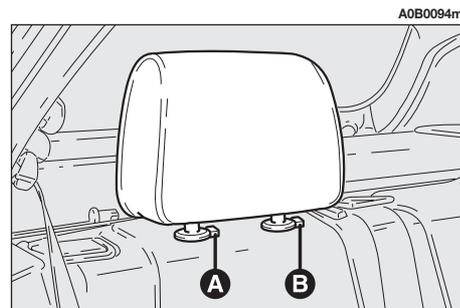
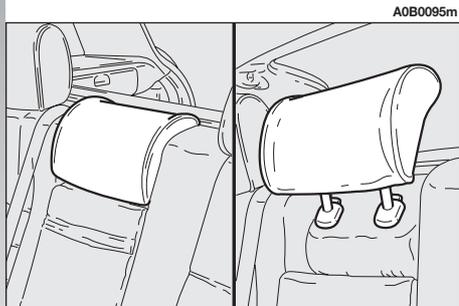

fig. 5
fig. 6
La vettura è equipaggiata con due poggiatesta per i posti laterali (**fig. 5**). A richiesta per versioni/mercati ove previsto, la vettura può essere dotata anche di un terzo poggiatesta per il posto centrale (**fig. 6**).
- Premere contemporaneamente i pulsanti (A e B-fig. 5) e rimuovere i poggiatesta.
- Per rimontare i poggiatesta mantenere premuti i pulsanti (A e B-fig. 5) ed infilarli completamente.